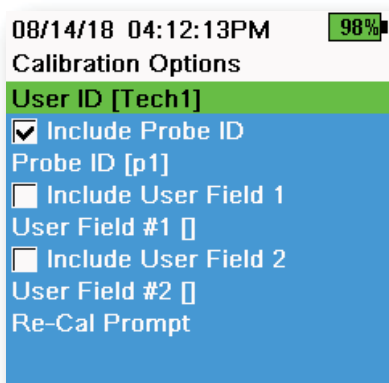

Figura 12 Opzioni calibrazione
- Altra identificazione specifica dell'utente (Campo utente #1 e #2) (Figura 12)